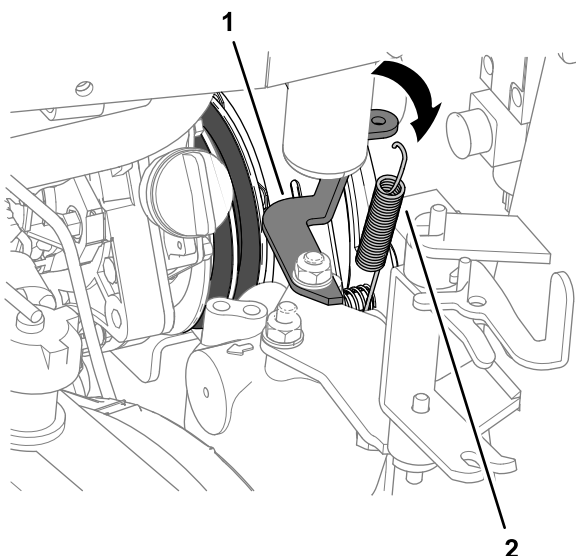

Figure 90
5. Du côté radiateur, décrochez le ressort d'amortisseur d'embrayage de son support (Figure 90).
4. Accrochez le ressort d'amortisseur d'embrayage entre le boulon du plateau d'embrayage intérieur et le support du ressort ; voir Figure 90 sous Dépose des courroies de PDF \(page 70\).